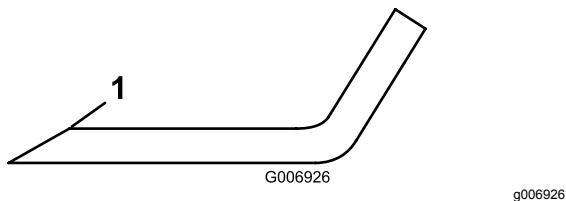

Figura 74
4. Inspeccione los filos de corte de todas las cuchillas. Afílelos si están romos o tienen mellas, afíle únicamente la parte superior del filo y mantenga el ángulo de corte original para asegurar un afilado correcto (Figura 74).